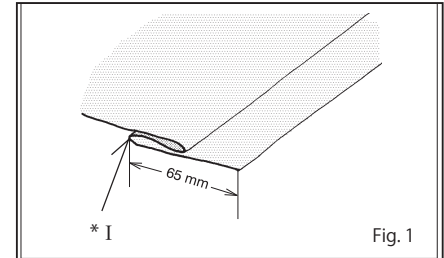

Fig. 1
1. Drehen Sie den Saum auf die gewünschte Tiefe um und bügeln Sie ihn. Falten Sie den Saum gegen die "richtige" Seite des Kleidungsstücks zurück, sodass eine "weiche" Falte auf der "falschen" Seite des Stoffes entsteht - siehe Abb. 1.
1. Turn up the hem to the required depth and press. Fold the hem back against the 'right' side of the garment, creating a 'soft' fold on the 'wrong' side of the fabric - see Fig. 1.
1. Replier le tissu sur l'envers à la profondeur désirée pour l'ourlet et repasser le pli. Rabattre l'ourlet vers l'endroit du tissu en ne laissant dépasser qu'un faible bord du côté envers (Fig. 1).
1. Ripiegare l'orlo fino alla profondità desiderata e premere. Ripiegare l'orlo indietro contro il lato "destra" dell'indumento, in modo da creare una piega "morbida" sul rovescio del tessuto - vedere Fig. 1.